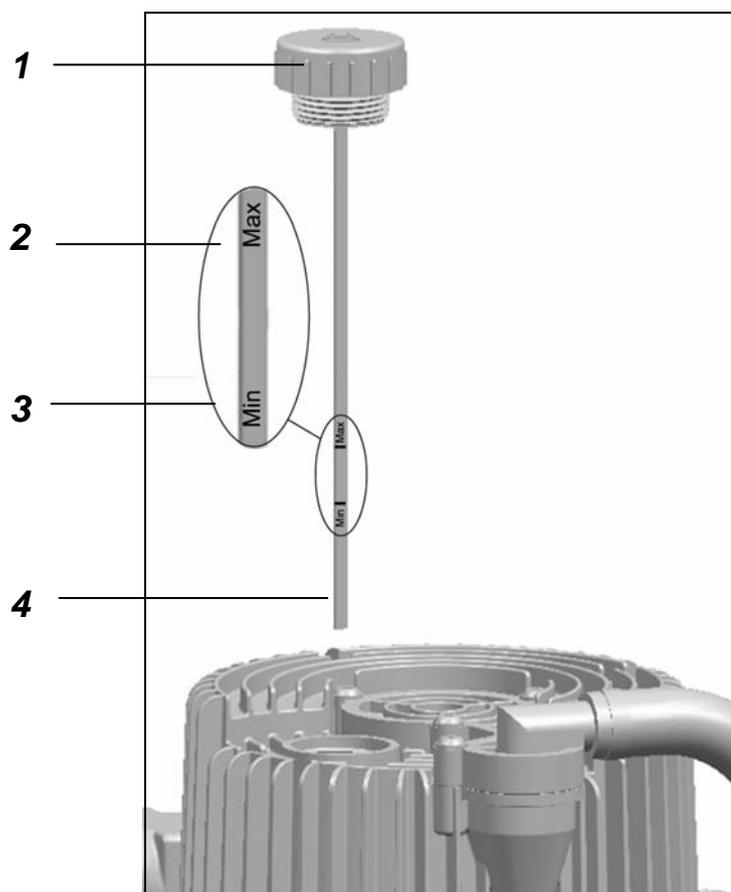

Рисунок 12 - Проверка уровня масла в двигателе
- на маслобаке открутите щуп 1 (рисунок 12);
- выверните щуп для измерения уровня масла 1 из маслобака (рисунок 12);
Масло моторное удаляется в два этапа. Откачайте максимально возможное количество масла из маслобака с помощью откачивающего насоса с теплого двигателя. Для чего прогрейте двигатель в течении десяти минут и выключите его. Открутите щуп 1 на маслобаке (рисунок 12), вставьте шланг откачивающего насоса через отверстие под щуп до дна маслобака и откачайте масло моторное.